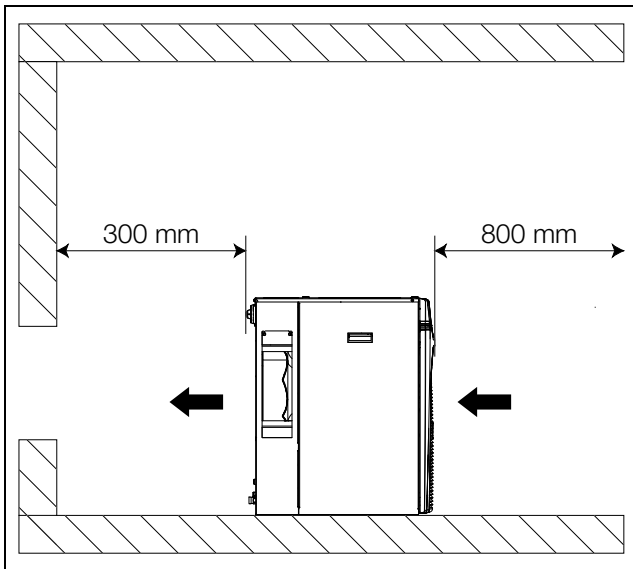
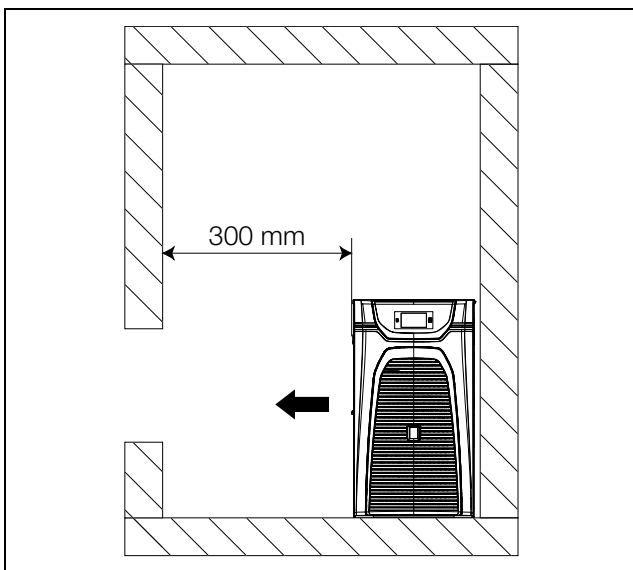

Imagen 27: Distancias mínimas delante/detrás
Imagen 28: Distancias mínimas laterales
- Para no obstaculizar la salida del aire caliente debe mantenerse libre el acceso como mínimo de una de las aberturas (izquierda o derecha) (cf. imagen 28). Para facilitar la conexión de las conducciones de alimentación, así como las tareas de mantenimiento y reparación deberían mantenerse las distancias mínimas indicadas en la imagen 27.
- También para evitar un «cortocircuito» (mezcla de aire de entrada y salida) y garantizar la máxima potencia de refrigeración deben mantenerse las distancias mínimas indicadas en la imagen 27.